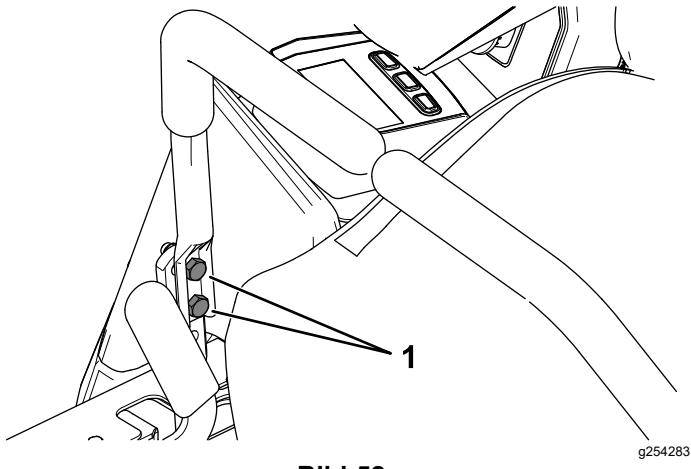

Bild 52
10. Wenn eine Ausrichtung erforderlich ist, lösen Sie die beiden Befestigungsschrauben des Fahrantriebshebels auf der falsch ausgerichteten Seite (Bild 52).
12. Ziehen Sie die beiden Befestigungsschrauben des Fahrantriebshebels fest (Bild 52).